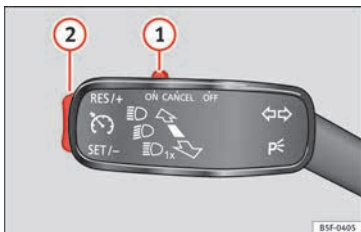

Abb. 187 Blinker- und Fernlichthebel: Schalter der Geschwindigkeitsregelanlage
- Drücken Sie den Schalter **1** » Abb. 187 in die Position **ON**.
- Drücken Sie die Wipptaste **2** » Abb. 187 » Seite 189 in die Position **RES**.
- Sie können die gespeicherte Geschwindigkeit durch Drücken der Wipptaste **2** » Abb. 187 » Seite 189 in die Position **SET** verringern.
Die Geschwindigkeitsregelung **schaltet sich vorübergehend ab**, wenn Sie den Schalter **1** » Abb. 187 » Seite 189 in die Position **CANCEL** drücken oder das Brems- bzw. Kupplungspedal betätigen.
– Drücken Sie den Schalter **1** » **Abb. 187**